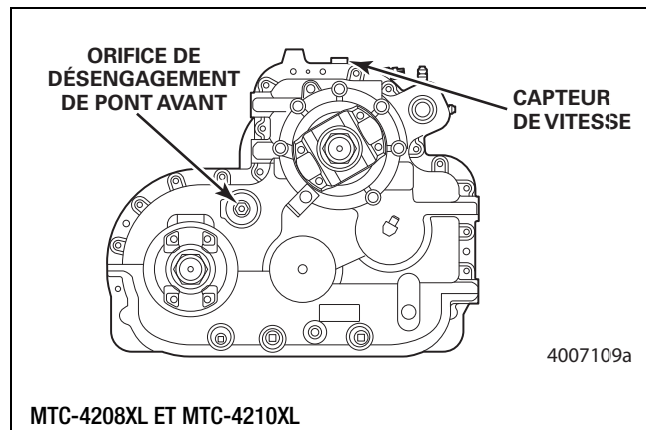

Figure 6.46
3. Le cas échéant, installer le capteur de vitesse sur le dessus de la boîte de transfert. Figure 6.46. Poser le boulon et la rondelle du capteur.
1. Appliquer une pression d'air d'au moins 60 lb/po2 (4 bar) au niveau de l'orifice de désengagement du pont avant. Figure 6.46.